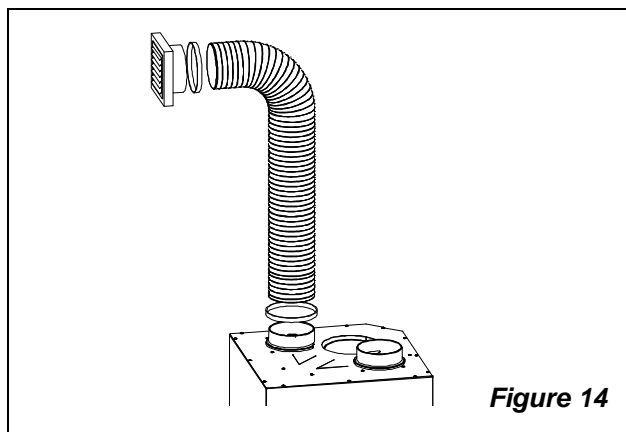
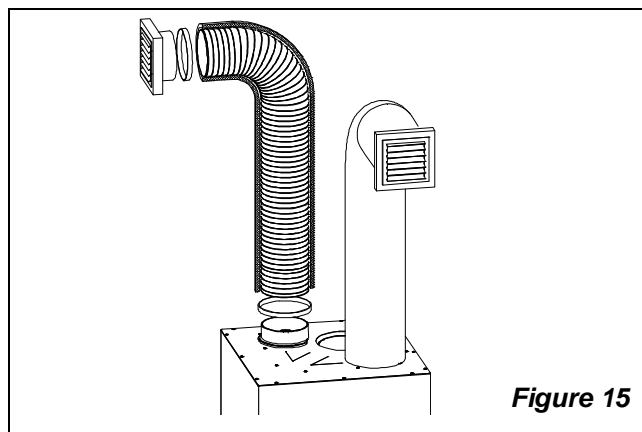

Figure 14
Figure 15
- les tuyaux de conduit devront tous avoir la même longueur pour éviter que la quantité d'air distribué soit différente d'une sortie à l'autre. (Figure 14 - Figure 15)